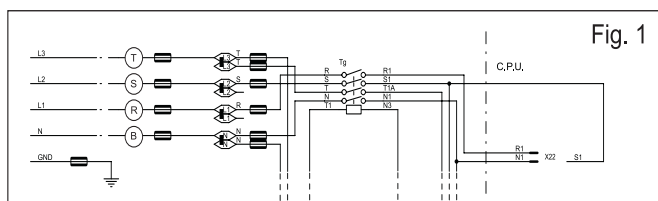

Fig. 1
- As máquinas são preparadas para uma ligação: geralmente Y (fig. 1).